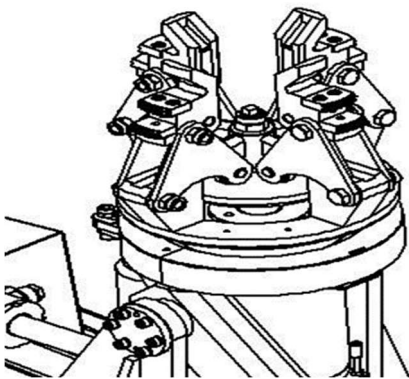

図 7
17.5", 19.5", 22.5" リムのうち、リムの種類によってクランプ方法と位置が異なります（図 7 参照）。ジョイスティックを操作して、センターポストの角度を調整し、リムをクランプします。センターポスト操作用ジョイスティックを操作して、タイヤ交換の作業に便利な高さまで持ち上げます。